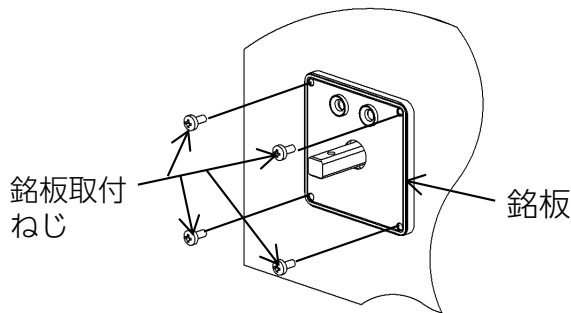
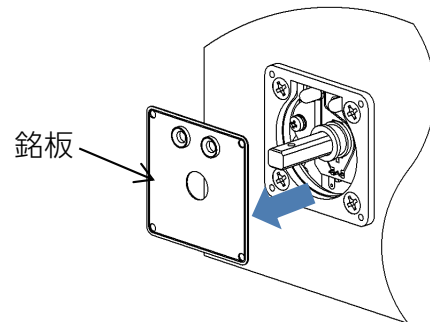

図3
図4
② 銘板取付ねじ (4箇所) を取外し、銘板を取外す。(図3, 図4)